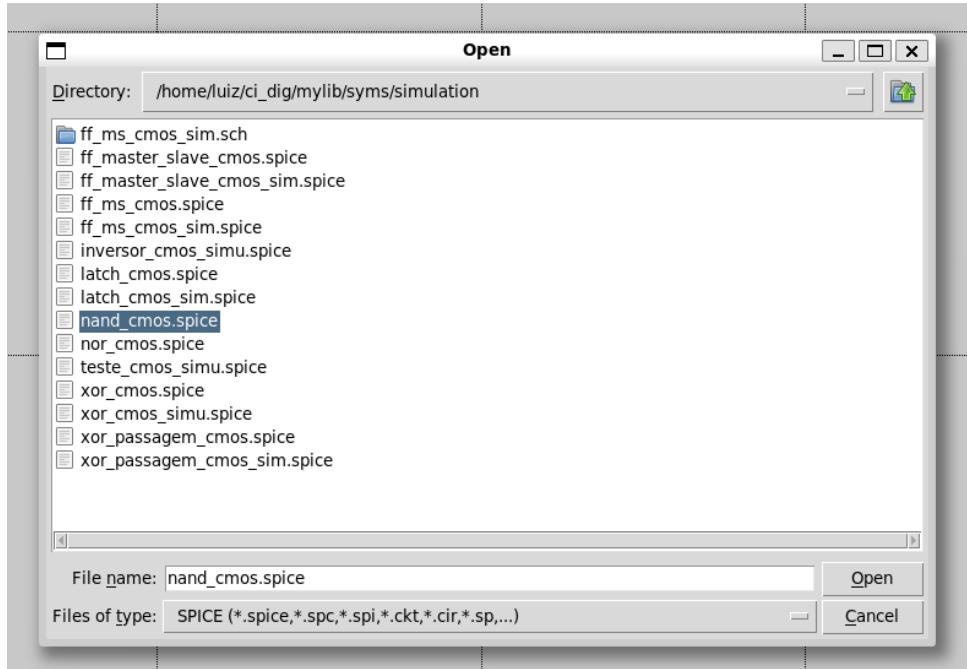

Figura 3: Seleção do arquivo ‘.spice’ para ser carregado no Magic.
Passo 3: Selecionar o arquivo Uma vez no diretório correto, selecione o arquivo ‘.spice’ que corresponde ao seu circuito e prossiga, como mostra a Figura 3.